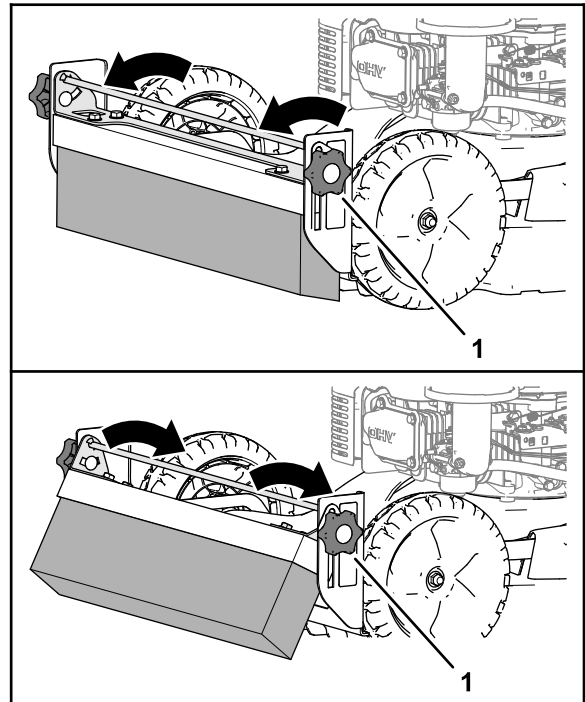

Figura 18
1. Desaperte os manípulos nas laterais da montagem da escova (Figura 18).
2. Utilize o manípulo do suporte de ajuste da escova para ajustar o ângulo da escova do rastelo (Figura 18).
3. Aperte os manípulos (Figura 18).